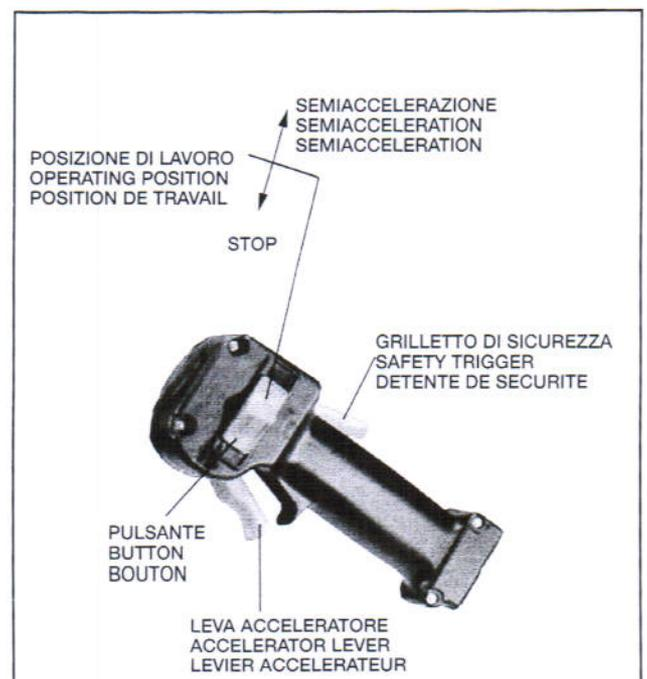

Fig. 13
4.4 Uso della manopola (fig.13):